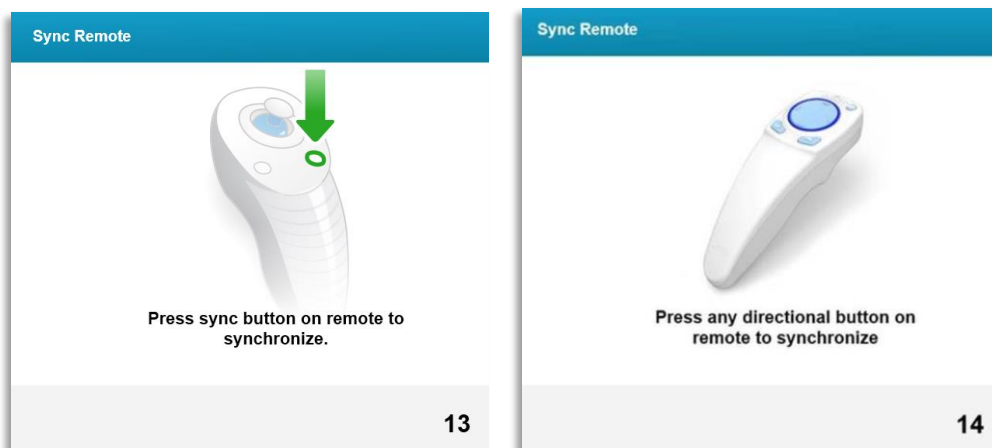

Figura 3-16. Sincronizare telecomandă
- Mesajul pentru sincronizarea telecomenzii cu ajutorul căreia se realizează alinierea de la distanță va fi vizibil pe ecran pentru 15 secunde, așa cum este ilustrat în Figura 3-16.